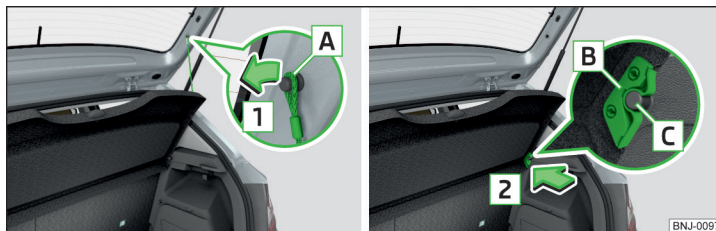

Fig. 107 Retirar la cubierta del maletero
Si las cintas de sujeción **A** » fig. 107 están enganchadas en la tapa del maletero, entonces al abrir la tapa también se levantará la cubierta del maletero (a continuación, sólo cubierta).
- Sacar en ambos lados de la tapa del depósito las cintas de sujeción **A** en el sentido de la flecha **1** » fig. 107.
- » Coloque los alojamientos [B] en la cubierta sobre las fijaciones [C] del revestimiento lateral » fig. 107.
En el área delantero tienen que enclavar completamente los alojamientos [B] » fig. 107 de la pág. 85 de la cubierta en los soportes en el revestimiento lateral. En la parte trasera tiene que estar asegurada la cubierta en ambos lados debajo del enclavamiento.